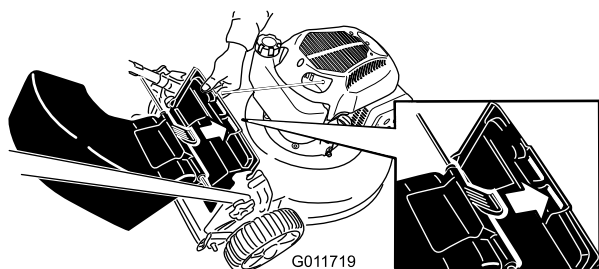

Рисунок 17
3. Вставьте выступ на заднем отражателе выброса в правую прорезь на заднем отражателе (Рисунок 17).